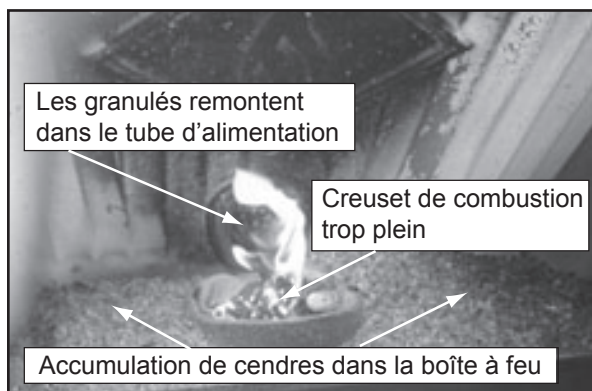

Figure 20.1
- d. Passez l'aspirateur dans le trajet de sortie des gaz et le boîtier Figure 20.1